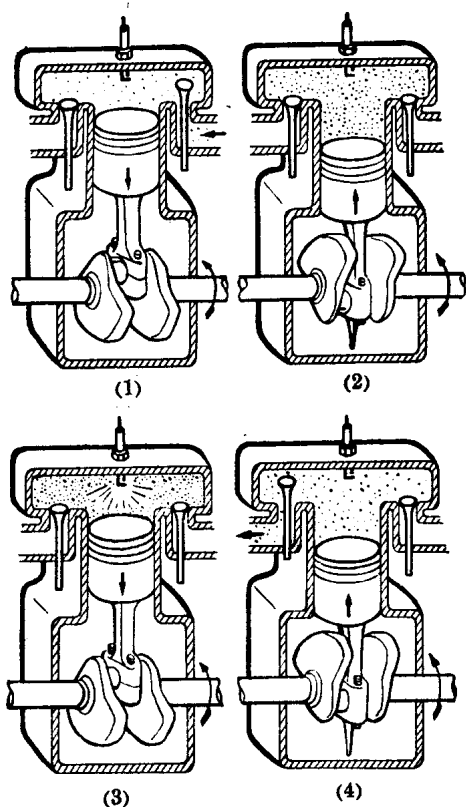

图 1-2 汽油机工作过程示意图
① 吸气冲程
吸气冲程如图 1-2 (1) 所示。进气门打开，排气门关闭。活塞依靠曲轴的旋转，由连杆带动，从上止点向下止点移动。曲轴转角从 0° 开始转向 180° 。气缸容积增大，气体压强减小，混合气从进气门被吸入气缸内。当活塞到达下止点时，气缸容积达到最大，气缸内充满了混合气。进气门关闭。
② 压缩冲程
压缩冲程如图 1-2 (2) 所示，进、排气门均关闭。活塞依靠曲轴的旋转，由连杆带动，从下止点向上止点移动。曲轴转角从 180° 转向 360° 。气缸的容积逐渐缩小，可燃混合气被压缩，混合气的温度和压力不断提高。活塞达到上止点，压缩过程结束。这时活塞顶、气缸
③ 做功冲程
做功冲程如图 1-2 (3)所示。进、排气门继续关闭。在压缩过程结束活塞到达上止点时,装在气缸盖上的火花塞产生火花,引起混合气着火燃烧,产生高温,使气体急剧膨胀而产生极大的压力,推动活塞向下运动,并通过连杆带动曲轴旋转对外做功。活塞被推到下止点,做功过程结束。此时,曲轴转角从 360° 转向 540° (即第二圈的 $0\sim 180^{\circ}$)。
④ 排气冲程
排气冲程如图 1-2 (4)所示。进气门关闭,排气门打开,由于曲轴继续旋转,带动活塞由下止点向上止点移动,曲轴转角从 540° 转向 720° (即第二圈的 $180\sim 360^{\circ}$)。气缸中的废气在活塞的推挤下,通过排气门排出。